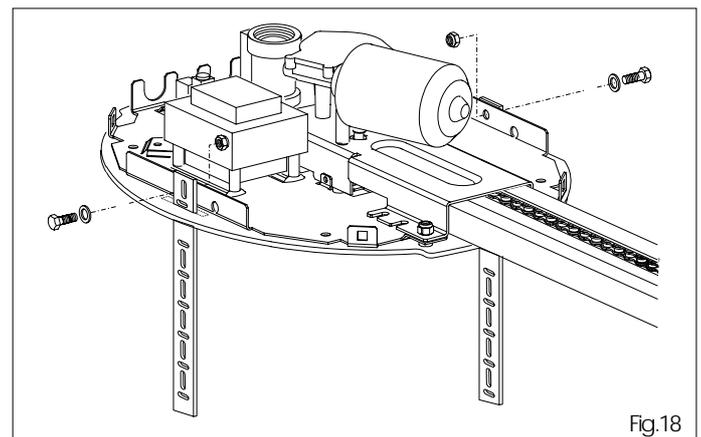

Fig.18
- 6.9 Introduzcan las abrazaderas en dotación en las ranuras y sujeten el operador con la tuerca (fig.18).